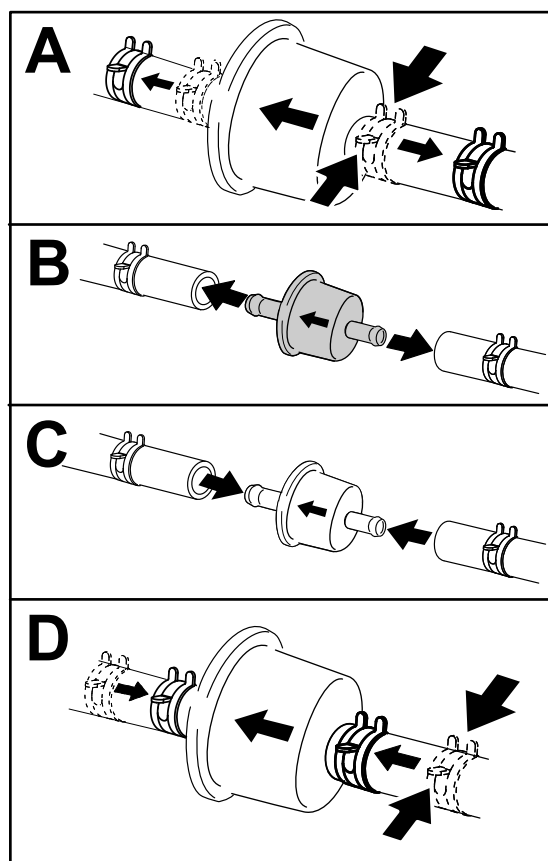

Рисунок 24
4. Замените фильтр, как показано на Рисунок 24.